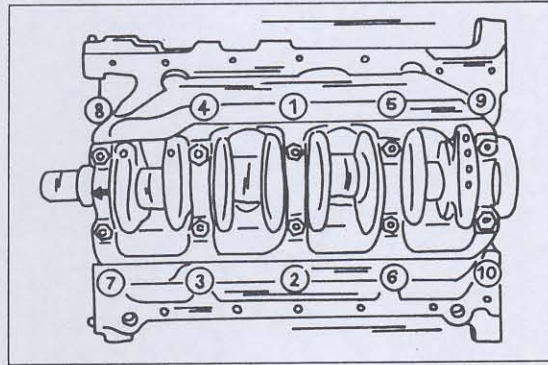

Bild 102
- Die Schrauben in der in Bild 102 gezeigten Reihenfolge mit einem Drehmoment von 25 Nm anziehen.
- Alle Schrauben in der in Bild 102 gezeigten Reihenfolge im Winkelanzug nachziehen. Dabei handelt es sich um 90°, d.h. eine Viertelumdrehung.
- Die Schrauben nochmals in der in Bild 102 gezeigten Reihenfolge um weitere 90° nach-
ziehen. Das Nachziehen muss genau dem angegebenen Winkel folgen. Nur so kann die Welle einwandfrei gelagert werden. Wird eine Schraube unbeabsichtigt zu weit nachgezogen, muss man sie wieder ausschrauben, nochmals vermessen und wieder wie beschrieben festziehen. Auch muss man sich unbedingt an die Anzugsreihenfolge in Bild 102 halten.